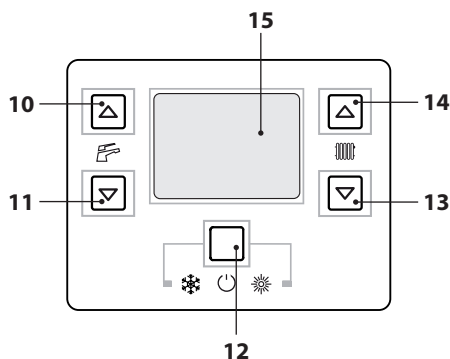
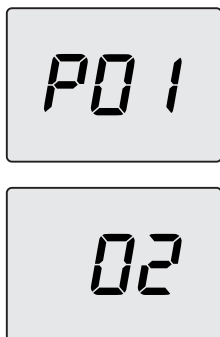
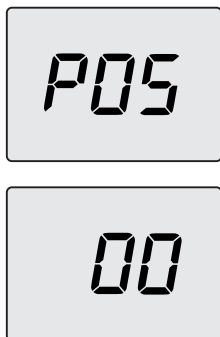

Figura 8.2
Figura 8.3
Figura 8.4
- Entre en la "modalidad de programación" pulsando simultáneamente durante 10 segundos los botones 12-13-14( Figura 8.2) hasta que aparezcan en el display LCD las letras **P01** que se alternan con el valor del parámetro, indicando que se ha entrado en el "parámetro 01" (Figura 8.3).
- Desplace los parámetros mediante los botones 13 o 14 hasta que aparezcan en el display LCD las letras **P05** que se alternan con el valor del parámetro, indicando que se ha entrado en el "parámetro 05" (Figura 8.4).
- Pulsando simultáneamente durante 10 segundos los botones 12-13-14 (Figura 8.2) se sale de la "modalidad de programación".
- Pulsando el botón 12 (Figura 8.2) se confirma el valor introducido.
- Pulsando simultáneamente los botones 12 y 13 (Figura 8.2) se sale sin modificar el valor (se vuelve a la lista de parámetros Figura 8.4)